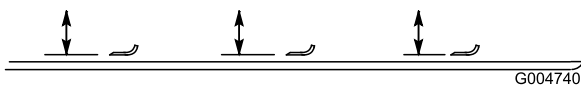

Figure 98
4. Tournez la lame dans le sens longitudinal et mesurez la distance entre l'intérieur du tablier de coupe et le tranchant à l'avant de la lame (Figure 98).